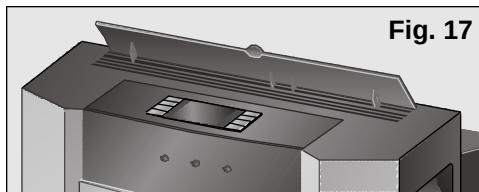

Fig. 17
- ☐ Levez l'orientateur d'air situé dans la partie supérieure de l'appareil, **Fig. 17**.